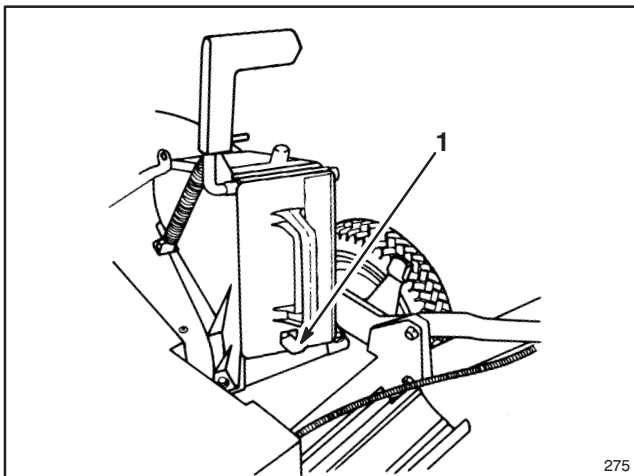

Abbildung 12
3. Mulcheinsatz bis zum Anschlag einschieben, bis Federlasche am unteren Ende des Mulcheinsatzes einrastet und den Mulcheinsatz fest im Auswurfkanal verankert (Abb. 12). Griff der Auswurfklappe loslassen, um oberes Ende des Mulcheinsatzes zu fixieren.